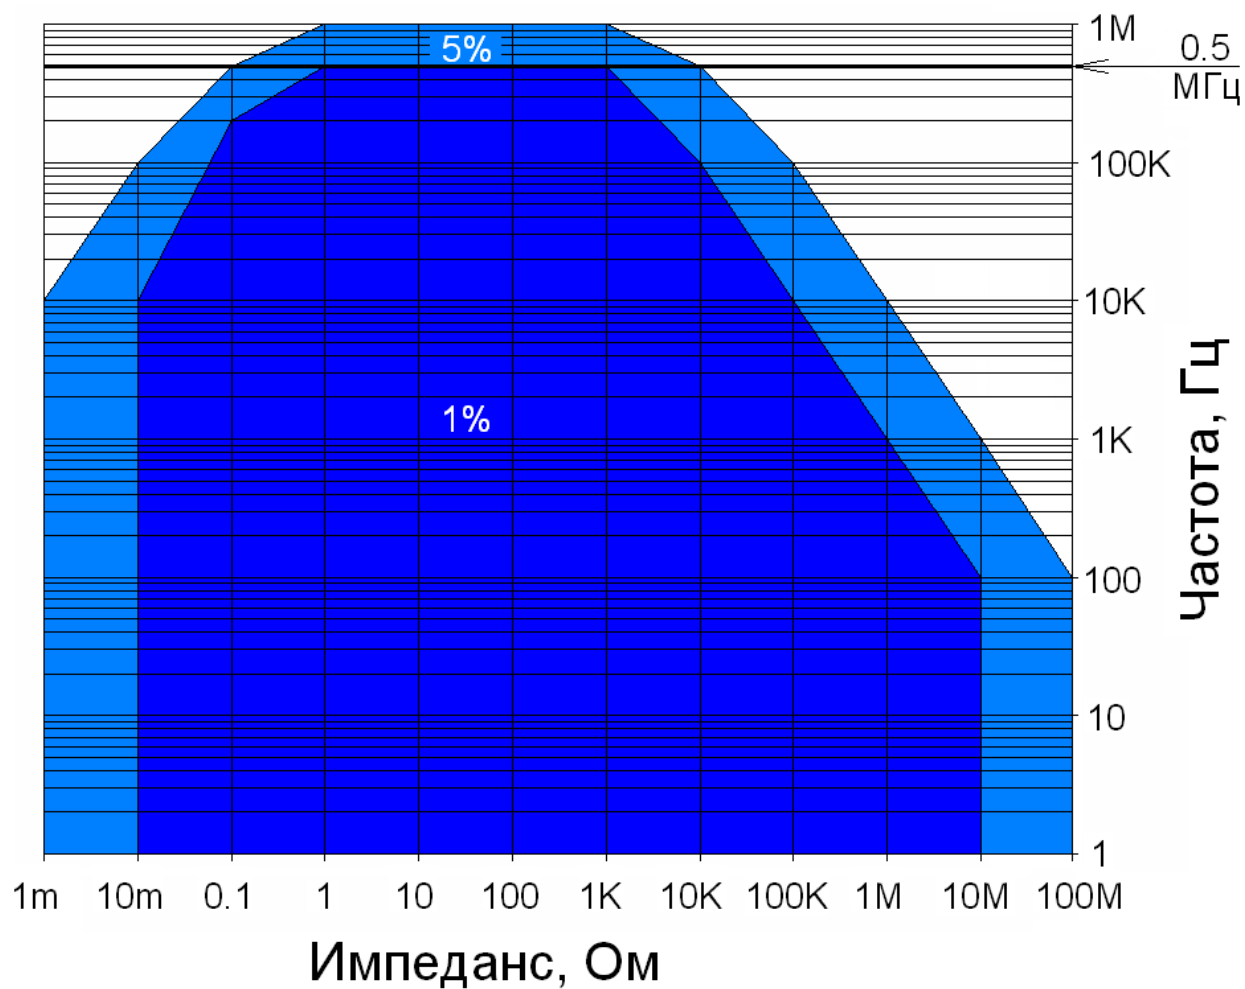

Рис. 1. Усредненные погрешности измерения импеданса в зависимости от его величины и частоты переменного сигнала. Условия измерения согласно таблице 2.
* С целью расширения потребительских свойств импедансметр Z-500PRO допускает работу на частотах до 1 МГц, однако точность измерений при этом снижается. Паспортной характеристикой, заявляемой производителем, считается величина максимальной рабочей частоты в 0.5 МГц. Подробности в таблице 2, и на рис. 1.